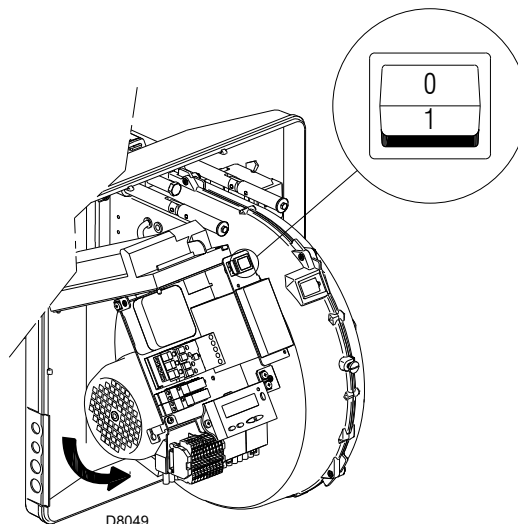

Abb. 28
Schließen Sie die Thermostate/Druckwächter und bringen Sie den Schalter in Abb. 28 in Position "1".
Stellen Sie sich, sobald der Brenner startet, vor dem Kühlgebläse des Gebläsemotors auf und prüfen Sie, ob sich dieses entgegen dem Uhrzeigersinn dreht. Siehe Abb. 28.
- Stellen Sie den Schalter von Abb. 28 in Position "0" und warten Sie ab, dass das Steuergerät die Abschaltphase ausführt;
Der Brenner befindet sich im Wartestatus bei Wärmeanfrage oder der Wahlschalter "0-1" (Abb. 28 auf Seite 30) steht auf Position "0".
Mit dem Wahlschalter "0-1" von Abb. 28 auf Seite 30 schaltet der Brenner nicht sofort aus, sondern es wird die Abschaltphase ausgeführt.